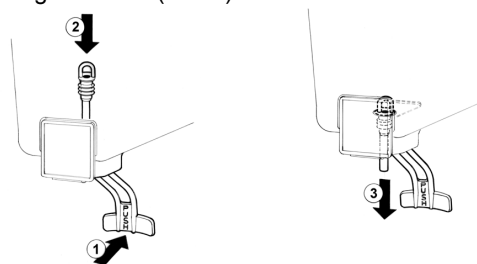

Bild 6
2 **Ausschlauchventil:** den Betätigungshebel des Ventils drücken (1) und den Ausschlauch in den Behälter einfügen (2). Am unteren Ende des Ausschlauchs leicht nach unten ziehen (3) bis er genau sitzt (Bild 6).